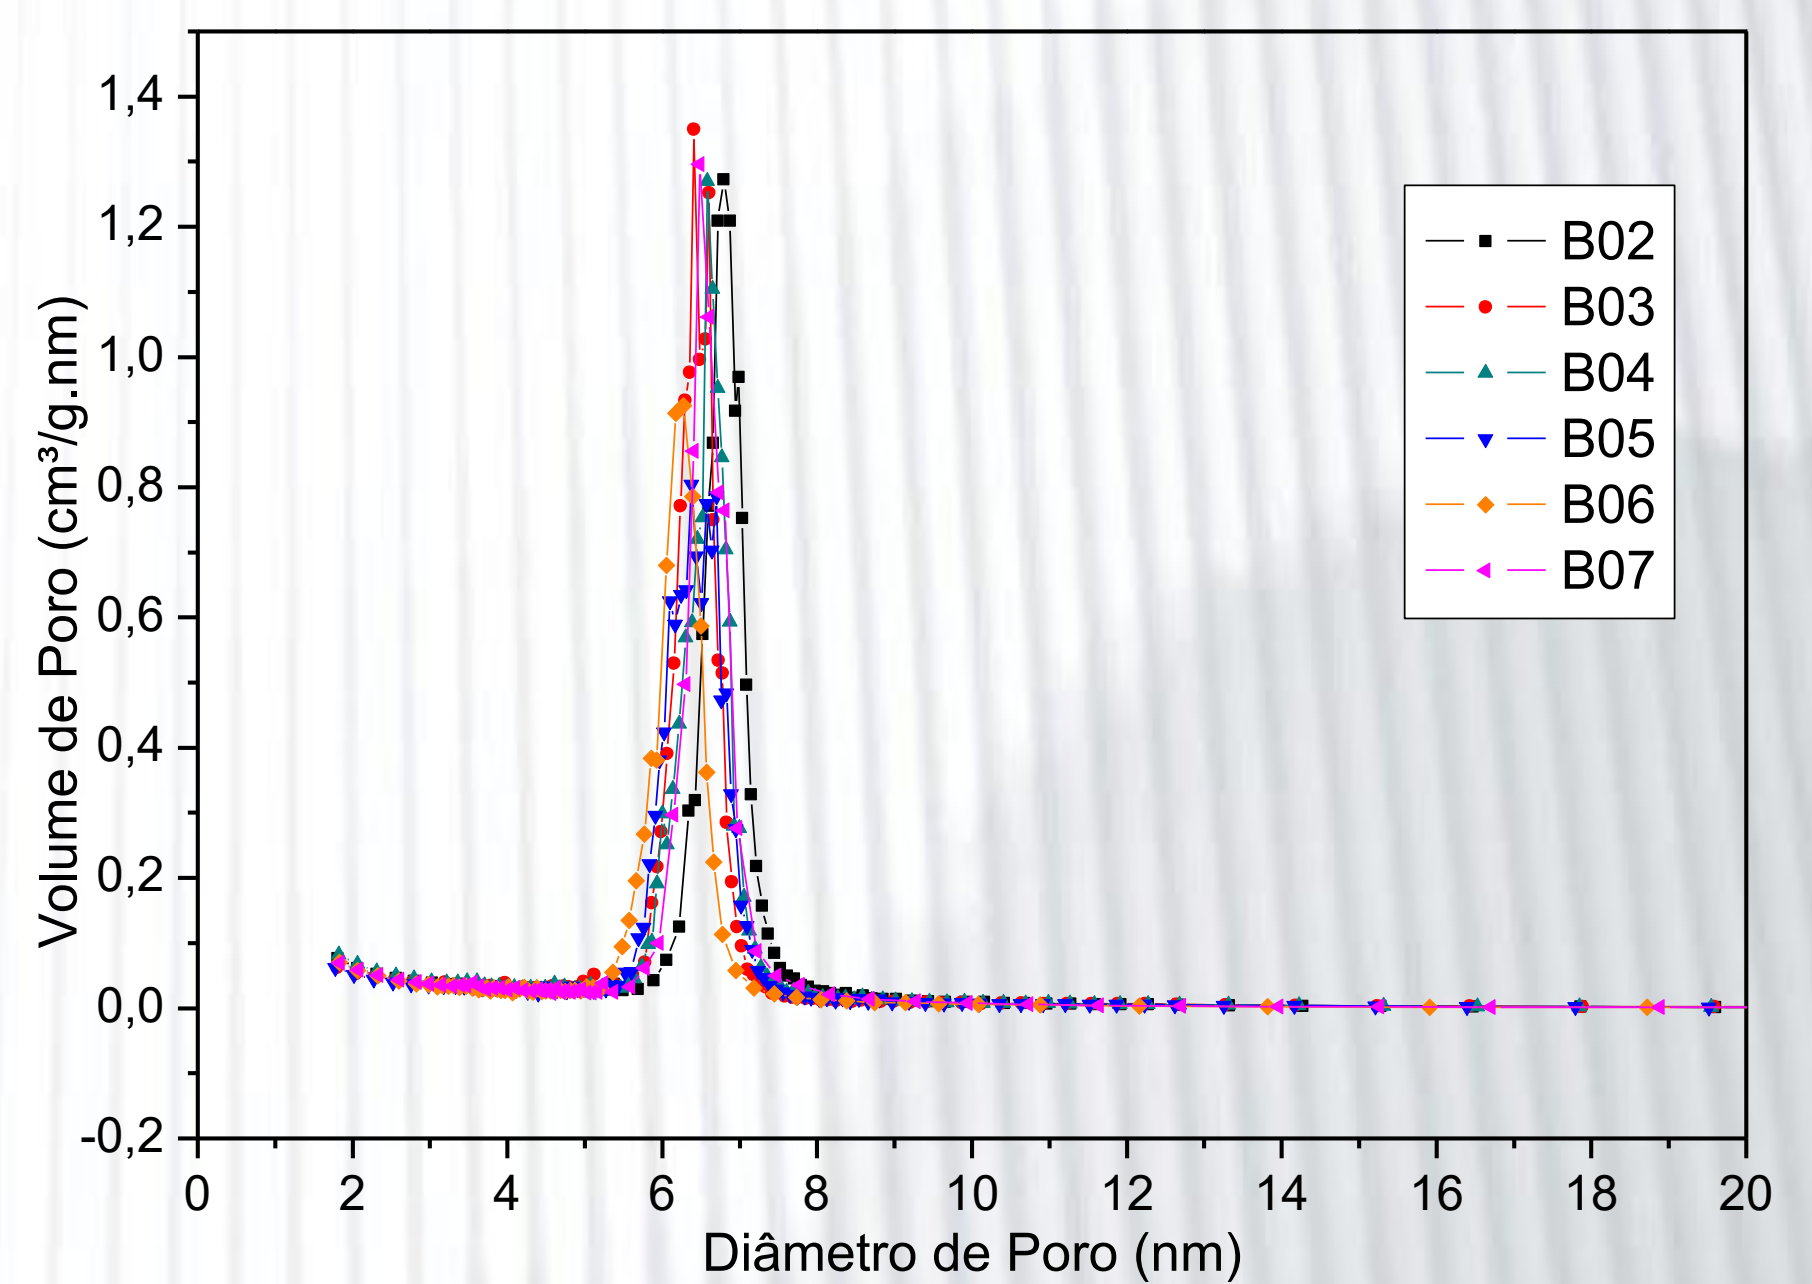

Figura 2. Distribuição do diâmetro de poros das amostras de SBA.
- A partir da figura 2, é possível inferir que todas as amostras possuem aproximadamente o mesmo valor de diâmetro dos mesoporos